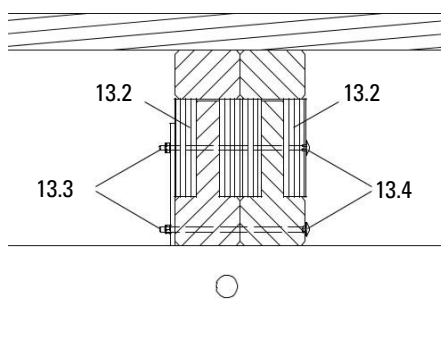

Fig. A1.11
- GT 24 трегер (13.7) (Fig. A1.11 + A1.12)